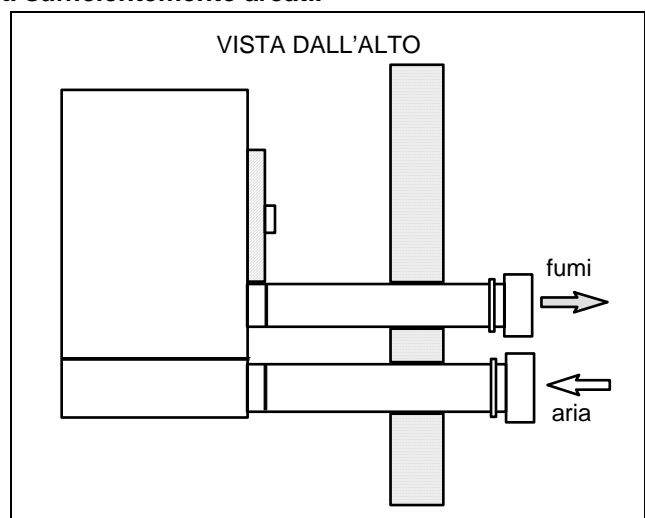
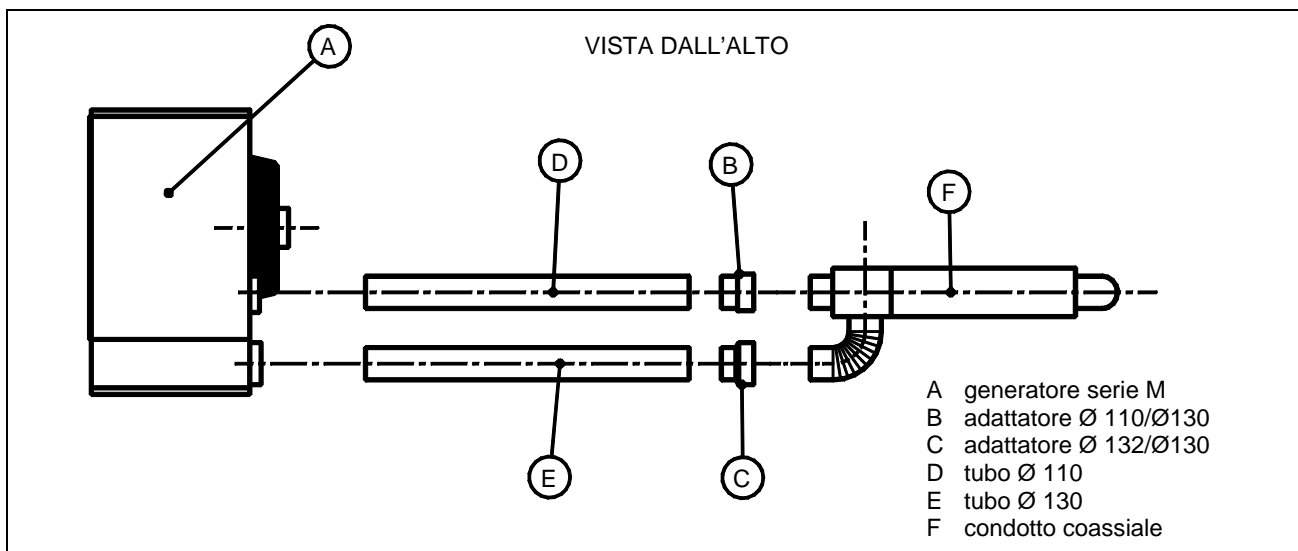

Figura 5 – INSTALLAZIONE TIPO C12 CON CONDOTTI SEPARATI A PARETE
Figura 6 – INSTALLAZIONE TIPO C12 CON CONDOTTO COASSIALE A PARETE
- installazione tipo **C₁₂**: lo scarico dei prodotti della combustione e il prelievo dell'aria comburente avvengono tramite condotti coassiali o separati orizzontali. In questo modo l'apparecchio è stagno rispetto al locale in cui è installato. La Figura 5 e Figura 6 riportano alcuni esempi.